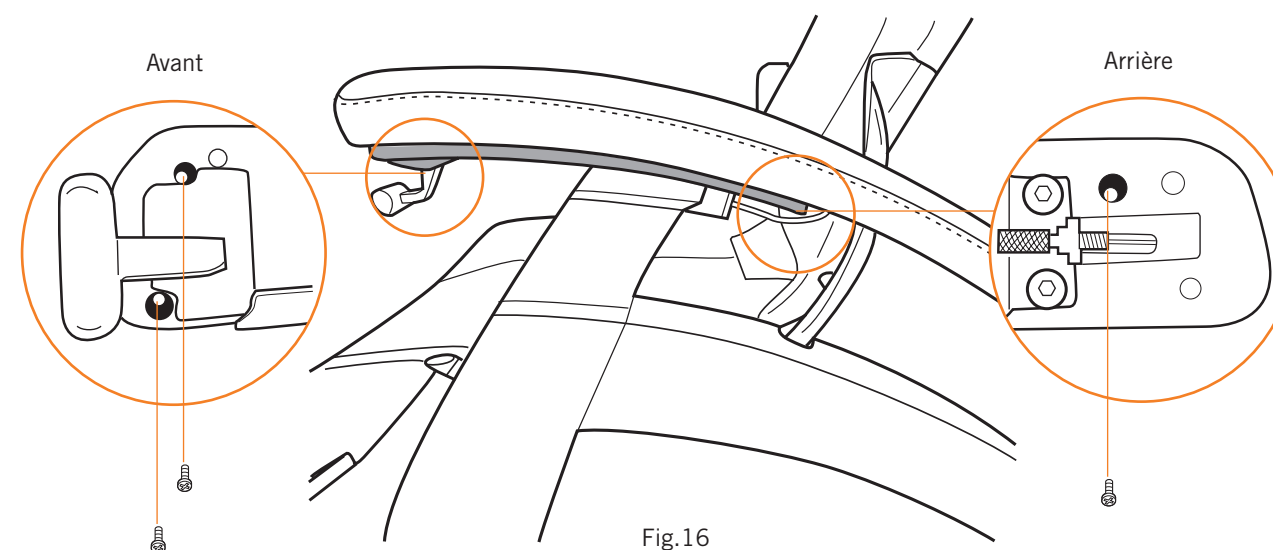

Fig.16
4. Tout en appuyant sur le protège-accoudoir, fixez-le en utilisant le tournevis à tête cruciforme et trois vis fournies (Fig.16).